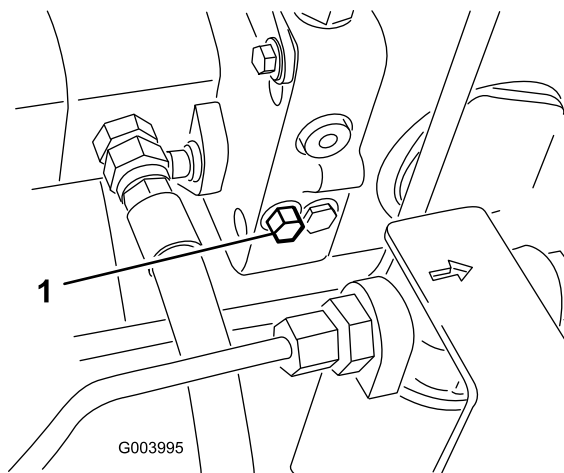

Figura 22
1. La valvola di bypass è situata sul lato sinistro dell'idrostatato (Figura 22). Fate ruotare di un giro e mezzo il bullone per aprire e lasciare bypassare l'olio all'interno. Dal momento che il fluido viene bypassato, potete spostare lentamente la macchina senza danneggiare la trasmissione.